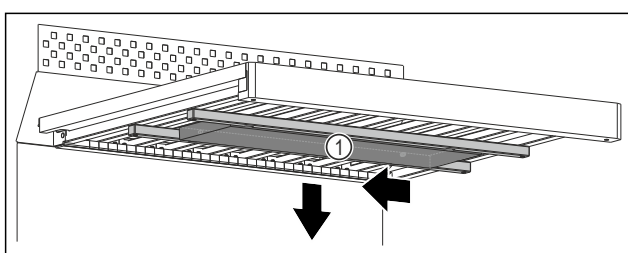

Fig. 99
- ▶ Przesunąć pojemnik na wodę Fig. 99 (1) w lewo.
- ▶ Wyjąć pojemnik na wodę Fig. 99 (1) do dołu.